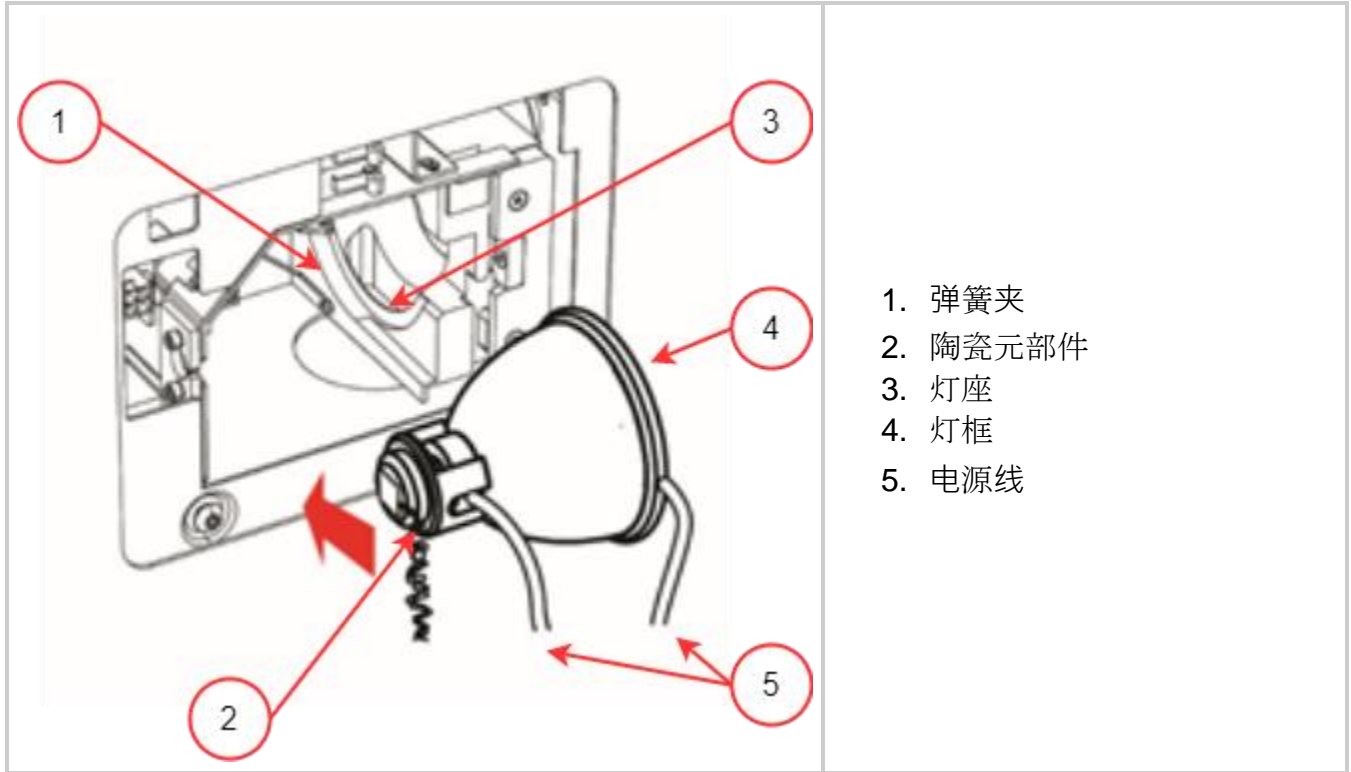

图 3-4 灯安装方向
2. 如图 3-4 所示，只握住陶瓷部件或灯框，小心地将灯模块从容器中取出。
3. 如图 3-4 所示，将灯放置到位，灯的正面朝向设备的前面板，电源线背对设备。灯应该保持对齐，以使反射器的前缘（灯框）正好放入灯座组件的安装槽内。
1. 确保灯的中间部位正好放入图 3-4 所示的弹簧夹内。